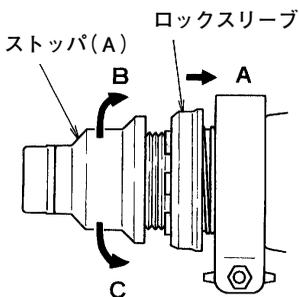

図 12
(3) 締付け深さを調整します。
- ① 本体のロックスリーブを図 12 の A 方向に引きます。
- ② 本体のストッパ(A)を回し、ビットの出張り量を調整します。
- ③ 図 12 の B 方向に回すとビットはへこみ、C 方向に回すとビットは出張ります。
- ④ ロックスリーブをはなし、ストッパ(A)をロックさせます。
(4) 数本ネジを試し締めし、ちょうどよい締付け深さになっていることを確認してください。